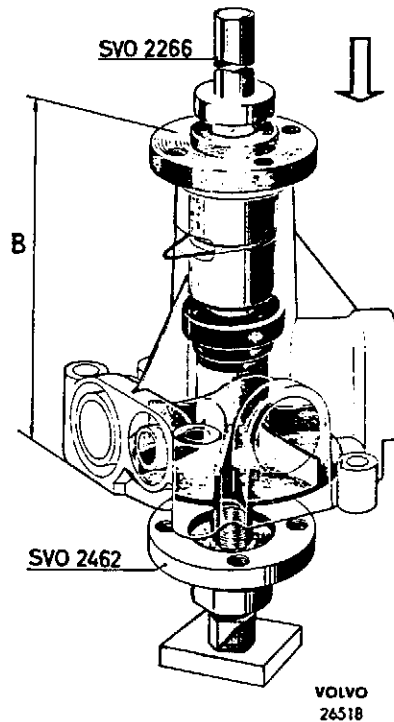

Abb. 81. Einbau der Keilriemenscheibe
4. Pumpe umdrehen. Einen Gegenhalter unter dem Wellenende in der Bohrung des Flügelrades anbringen und die Nabe mit dem Dorn SVO 2266 aufpressen. Bei der Arbeit einen Gegenhalter, beispielsweise den Abzieher SVO 2462, verwenden, wobei die Zentrumschraube so eingeschraubt ist, daß sie die Welle stützt. Vorsichtig so weit anpressen, daß das Maß B, lt. Abb. 81,  $105 \pm 0,2$  mm beträgt.